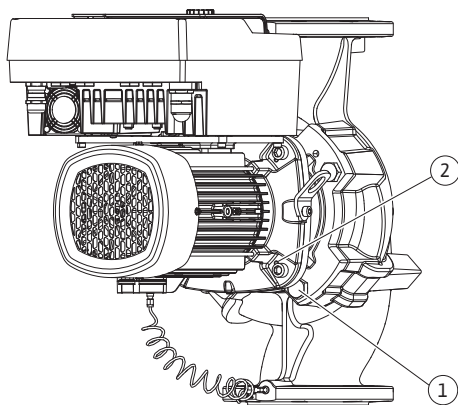

Fig. 104: Виштовхування вставного модуля через різьбові отвори (залежно від типу насоса)
23. Виштовхнути вставний модуль із корпусу насоса. Використовувати для цього два різьбові отвори (див. Fig. 104, поз. 1).
33. Для виштовхування вставного модуля з корпусу насоса використовувати два сусідні різьбові отвори (Fig. 104, поз. 1) і відповідні гвинти, надані на місці встановлення (наприклад, M10x25 мм).